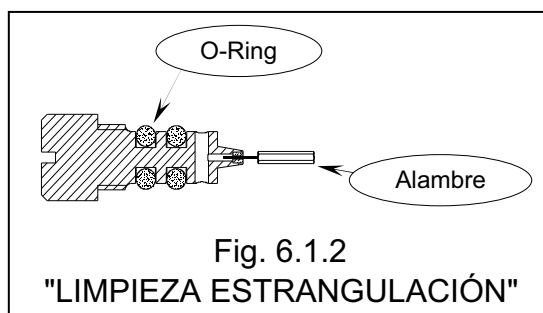

Fig. 6.1.2
Quitar el tornillo (13) Fig. 6.1.1 y limpiar, tal como se indica en la Fig. 6.1.2, usando el alambre especial ubicado en la tapa al interior del instrumento. En caso que la estrangulación estuviera particularmente obstruida, la operación de limpieza podrá integrarse con un baño de tricloroetileno (quitamanchas), soplando luego con aire comprimido. Antes de volver a montar el tornillo (13), lubricar las guarniciones O-Ring de sellado con una película de grasa de silicona.
Estrangulación completa de O-Ring	Fig. 6.1.2
Alambre limpiador	Fig. 6.1.2